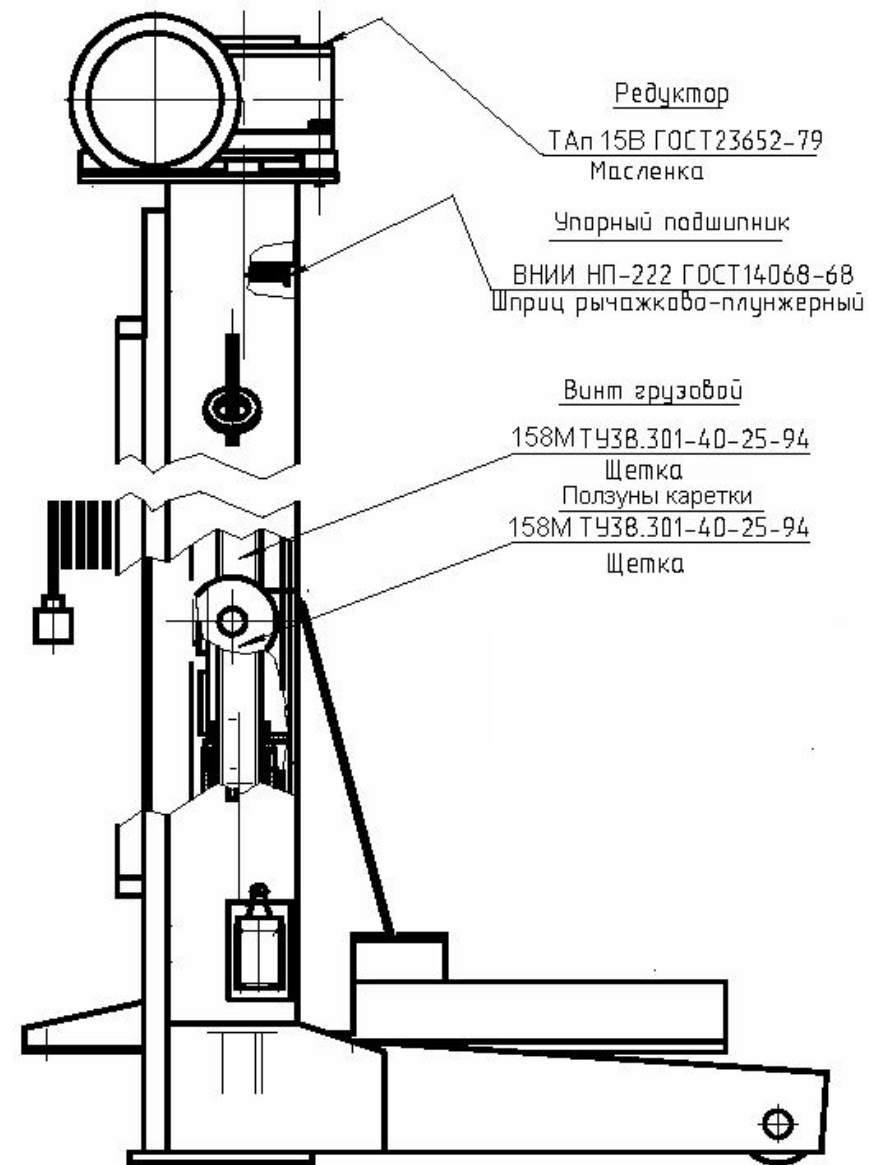

Рис. 6. Карта смазки стойки подъемника ПП-10
- произвести смазку стоек подъемника в соответствии с картой смазки (см. Рис. 6).